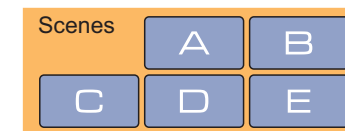

Fig. 2
- **Scenes function (Fig. 2):**
- **Función Escenas (Fig. 2):**